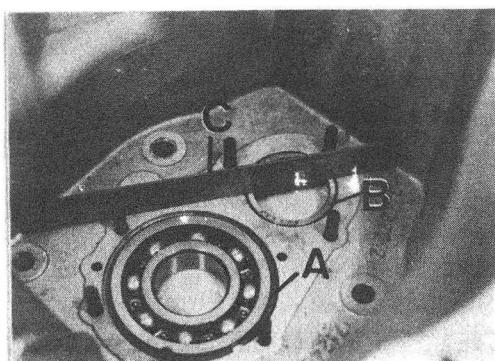

Fig. C1-83 Montaje cárter de embrague
- 2.2.1. Desmontar el rodamiento del primario con su anillo elástico de tope y la pista del rodamiento cónico de la parte delantera del eje intermedio, del cárter de embrague desmontado, y montarlos en el nuevo cárter de forma que el anillo elástico, A (Fig. C1-83) del rodamiento, haga tope sobre la cara frontal interna del cárter y la pista, B, del rodamiento cónico delantero del eje intermedio, quede al ras de la cara frontal interna del cárter de embrague.